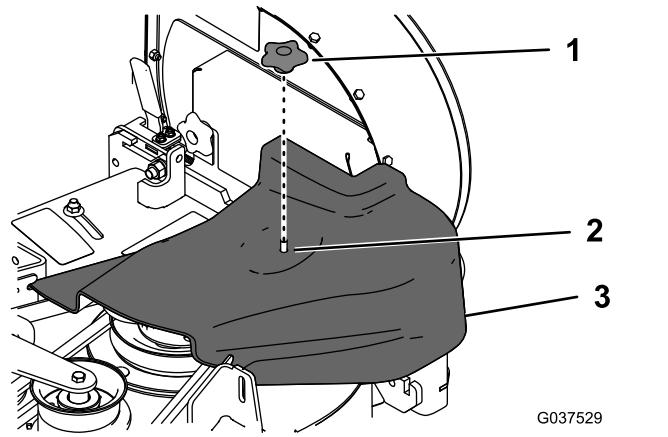

Figura 7
5. Instale a cobertura da correia e prenda-a apafusando o manípulo no parafuso no rolete (Figura 7).